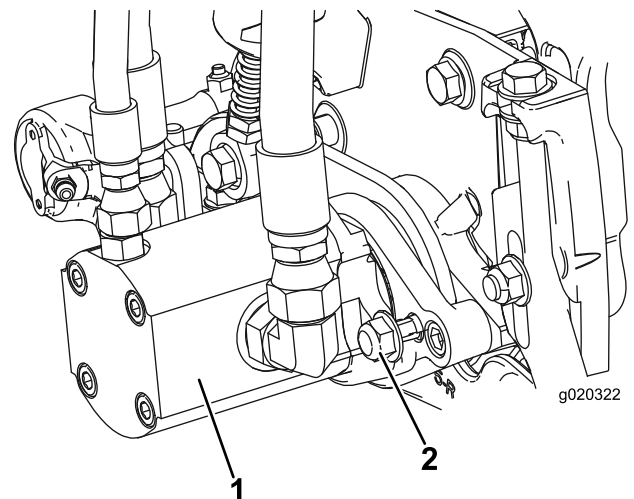

図 13
3. モータを右にひねってモータフランジのロックナットをかわしながらモータを取り付ける 図 13。